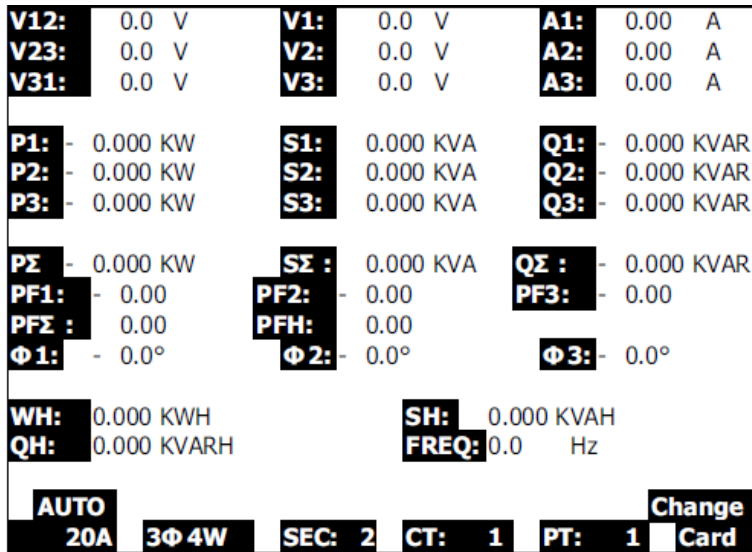

Bild 29
- Falls in der unteren rechten Ecke des Displays die Meldung „Change Card“ erscheint (s. Bild 29), ist dies ein Hinweis darauf, dass der Speicherplatz der SD Karte bereits vollkommen belegt ist oder die SD Karte einen Fehler aufweist..